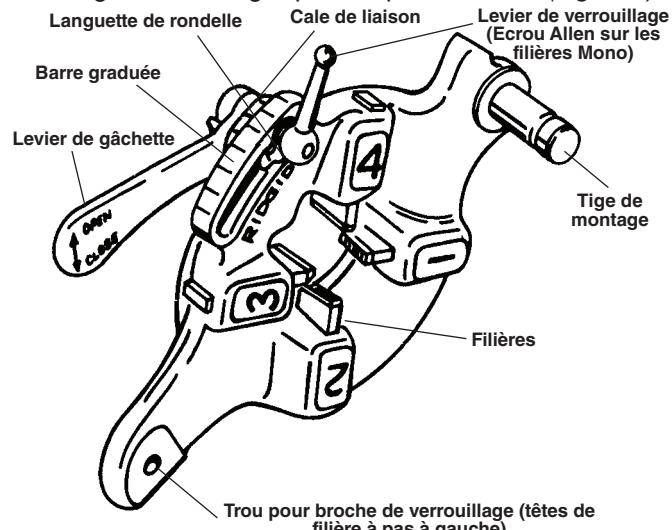

Figure 5 – Tête de filière à ouverture rapide
Les têtes de filière à ouverture rapide comprennent la tête n° 811A et la 531/532 Bolt. Les têtes de filière à ouverture rapide doivent être ouvertes et fermées manuellement à une longueur de filetage spécifiée par l'utilisateur (Figure 5).
4. Dégarez la languette de la rondelle de la barre graduée. Amenez la rondelle jusqu'au bout de la fente (Figure 5).